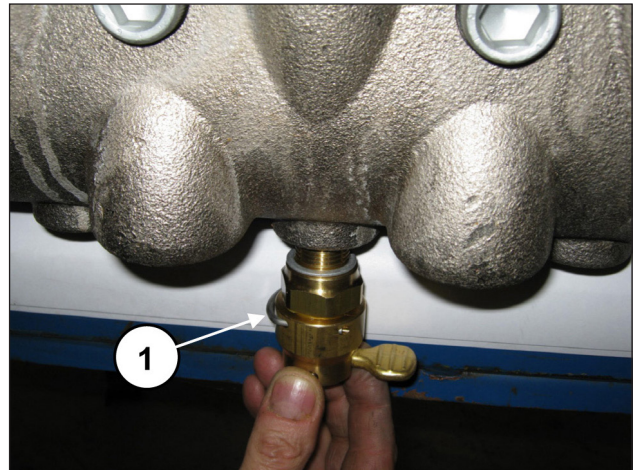
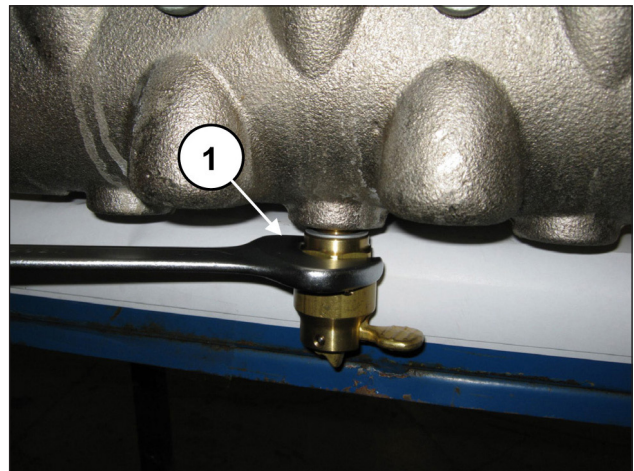

Abb. 137
Abb. 138
Bringen Sie die Ventilöffner an (Pos. ①, Abb. 137) und drehen Sie diese mit einem 30 mm Schlüssel fest (Pos. ①, Abb. 138).